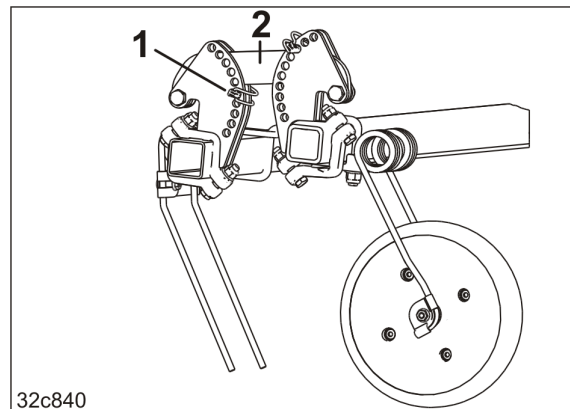

Fig. 195
3. Endre arbeidsvinkelen til tindene i forhold til bakken ved å sette inn klappsplinten (Fig. 195/1)
- o under styrearmen (Fig. 195/2)
Arbeidsvinkelen blir flatere, jo dypere klappsplinten (Fig. 195/1) settes inn i reguleringssegmentet.